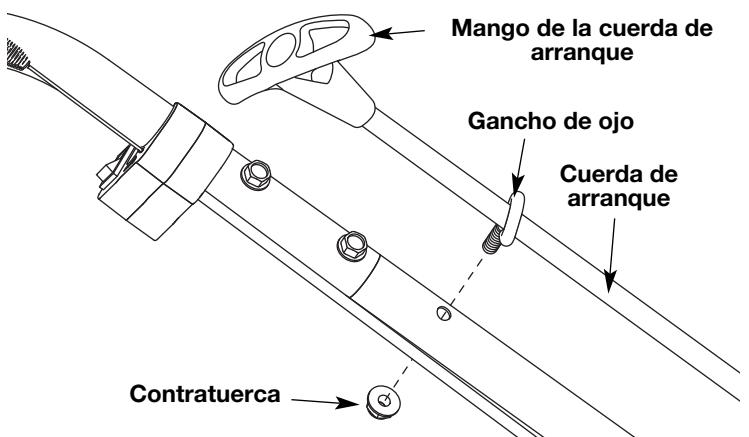

Fig. 6
- Alinee el control del regulador con el agujero del lado derecho del mango (Fig. 6).
- Tire de la cuerda de arranque y deslícela a través del gancho de ojo (Fig. 6).